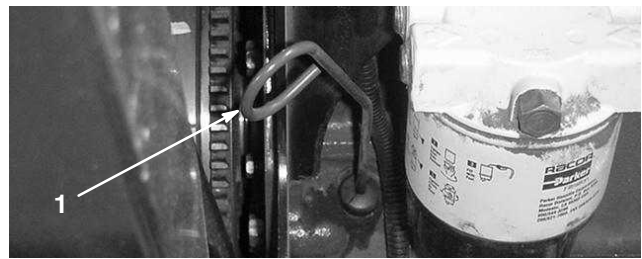

Bild 15
2. Entfernen Sie den Peilstab und wischen ihn mit einem sauberen Lappen ab (Bild 15). Stecken Sie den Peilstab in das Rohr und stellen sicher, dass er vollständig eingeführt ist. Entfernen Sie den Peilstab und prüfen den Ölstand. Gießen Sie, wenn der Ölstand zu niedrig ist, nur so viel Öl langsam in den Einfüllstutzen, dass der Ölstand die Voll-Markierung erreicht.